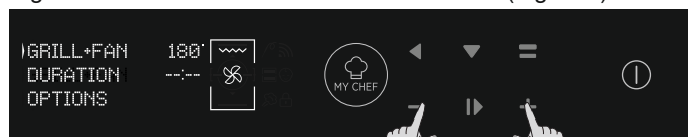

Figura 9
- Pulse MÁS o MENOS para seleccionar la temperatura deseada en la función seleccionada. Pulse OK para continuar o BACK para regresar a la selección de funciones de cocción. (Figura 9)